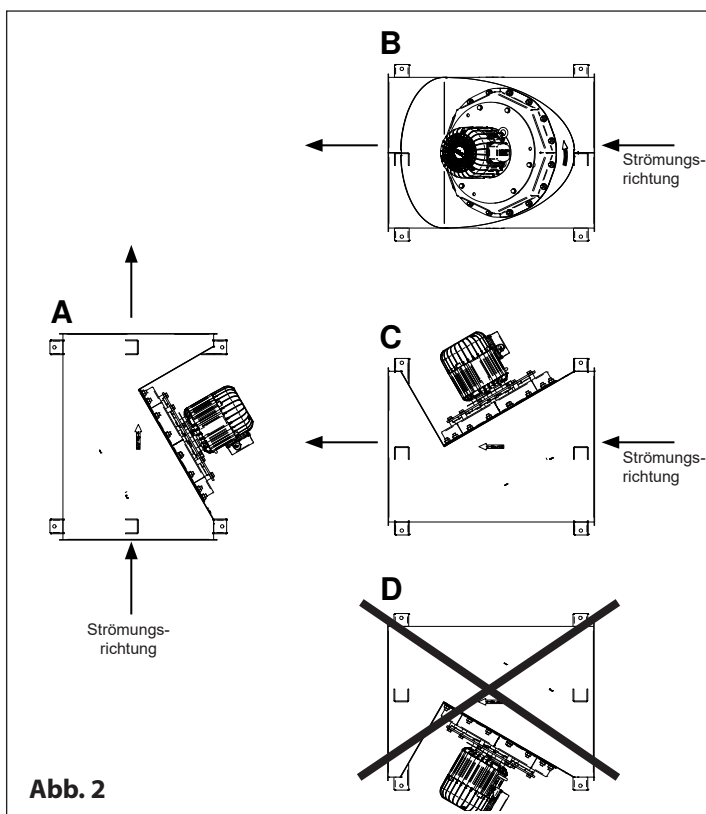
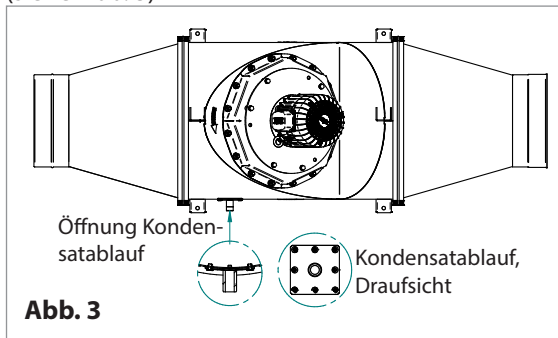

Abb. 2
Abb. 3
Akzeptable Positionen sind unten in Abb. 2 dargestellt.
Bei horizontaler Montage empfehlen wir, den Motor wie in Abb. 2 C gezeigt zu positionieren.
* Wenn der CFIR wie in der Abb. 2 B oder C gezeigt montiert ist, muss ein Kondensatablauf wie in Abschnitt 4.3 beschrieben installiert werden.
* Wenn der CFIR wie in der Abb. 2 D gezeigt ausgerichtet ist, kann die resultierende axiale Belastung der Lager die Lebensdauer des Motors verkürzen.
Installieren Sie den mitgelieferten Kondensatablauf, wenn der CFIR wie in der Abb.2 B oder C montiert ist. Der Kondensatabfluss sollte in der Nähe zum Ventilator-Auslasses installiert sein und zum Boden zeigend ausgerichtet sein. (siehe Abb. 3)